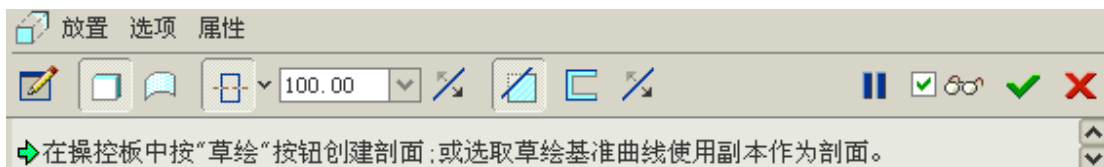

图 51-14
- (1) 单击拉伸工具按钮 ，打开拉伸特征操控板，各选项设置如图 51-14 所示。